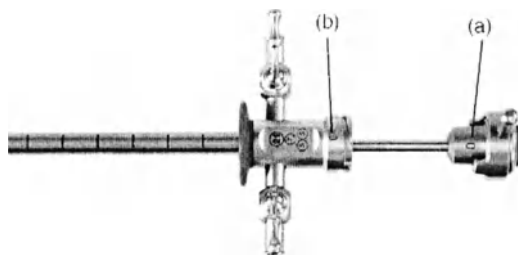

Рисунок 4: Установка obtуратора в тубус цистоскопа
1. Вставить обтуратор в тубус цистоскопа, совместить отметку «0» на обтураторе (a) с отметкой «0» на тубусе цистоскопа (b) (см. Рисунок 4).